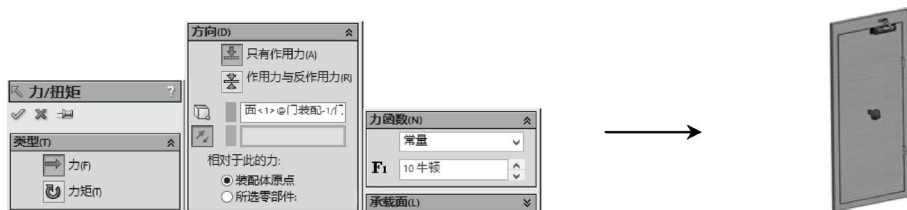

图 8-46 添加“力”的操作
STEP 2 单击操控面板工具栏中的“力”按钮，打开“力”属性管理器，选择“门”的后面为力的作用面，并将力调整为正确的方向，设置力的大小为 10N，其他选项保持系统默认，添加推门的作用力，如图 8-46 所示。